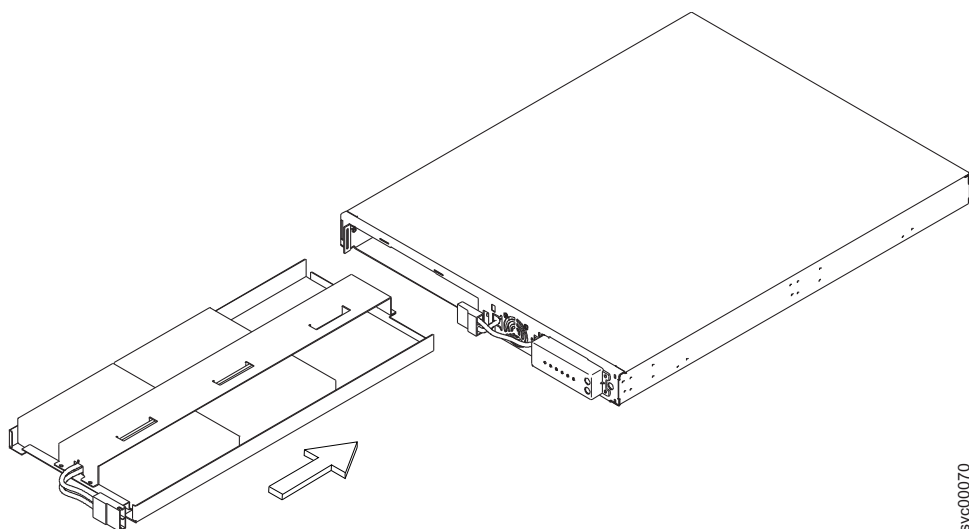

Figura 361. Substituindo a Bateria do 2145 UPS-1U
1. Deslize a bateria no 2145 UPS-1U, conforme mostrado na Figura 361 na página 439.